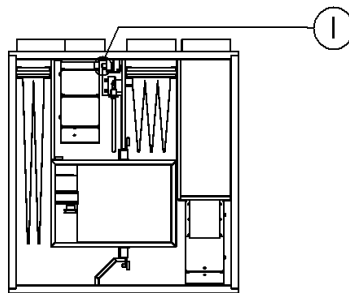

Fig. 7
N FEILSØKING (Fig. 7)
- b) Kontroller om branntermostat er slått ut. Resettes med trykk på rød bryter "I" i aggregatet (fig 7).
S FELSÖKNING (Fig. 7)
- b) Kontrollera om brandtermostat har löst ut. Återställ genom att trycka in rød knapp "I" i aggregatet (fig 7).
D FEHLERSUCHE (Fig. 7)
- b) Prüfen Sie, ob der Brandschutzthermostat ausgelöst hat. Wenn ja drücken Sie Taste "I" im Gerät (fig 7).
GB TROUBLESHOOTING (Fig. 7)
- b) Check if fire thermostat is still alert. If necessary, reset by pressing the red button "I" in the unit (fig 7).